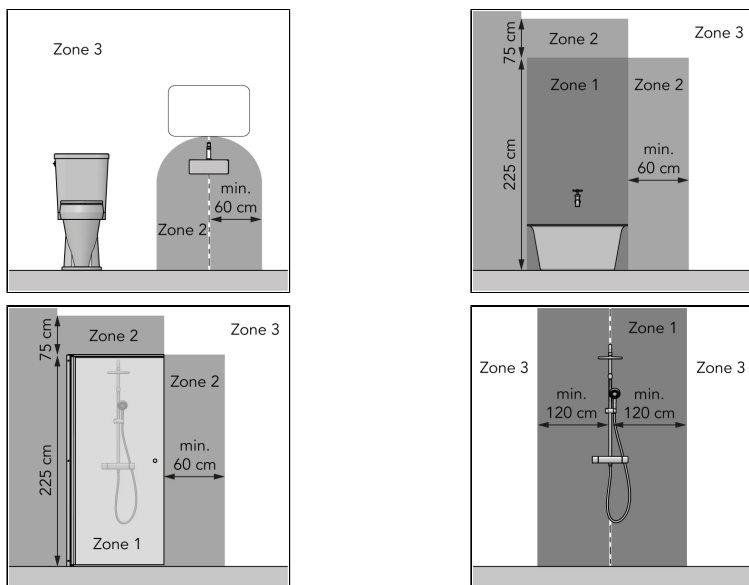

Figure 37.
- dans la zone 3 d'un cabinet de toilette ou d'une salle de bains avec baignoire, douche avec écran ou douche sans écran, voir Figure 37 ;